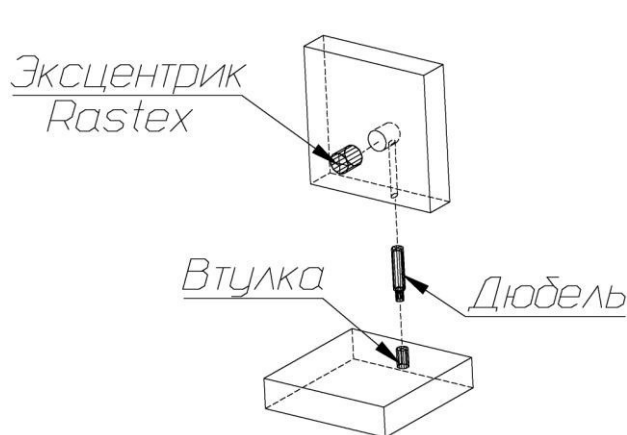
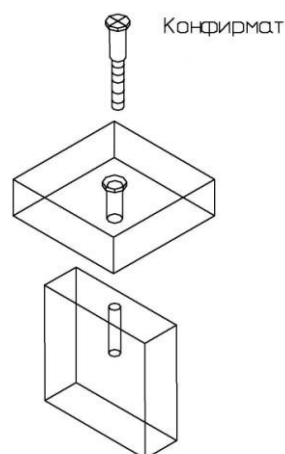

Рис. 1
Рис. 2
1. В боковые стенки тумбы (4), (04), дно тумбы (5), заднюю стенку тумбы (6), стенку жесткости (3) и боковую стенку (2) в имеющиеся отверстия установить эксцентрики таким образом, чтобы стрелка была повернута в сторону отверстия в торце.
В установленные муфты эксцентриковых стяжек на боковых стенках тумбы (4), (04), крышке (1), боковой стенке (2) вернуть дюбели, в соседние отверстия установить шканты (рис.1).
Собрать между собой боковые стенки тумбы (4), (04), дно тумбы (5) и заднюю стенку (6) так, чтобы дюбели и шканты вошли в предназначенные для них отверстия (рис.1). Закрепить заднюю стенку тумбы (6) с помощью конфирматов, ввернув их сквозь отверстия в дне тумбы (5). Присоединить основание тумбы (7) к дну тумбы (5) с помощью конфирматов (рис.2). Присоединить стенку жесткости (3) к боковой стенке (2) и боковой стенке тумбы (4) с помощью эксцентриковых стяжек. К получившейся конструкции присоединить крышку (1) так, чтобы дюбели и шканты в крышке вошли в предназначенные для них отверстия в боковой стенке (2), стенке жесткости (3), боковых стенках тумбы (4) и (04). Затянуть эксцентрики, повернув их на 180 градусов (см. схему сборки). Закрывать эксцентрики и конфирматы заглушками-самоклейками.
Собрать между собой боковые стенки тумбы (4), (04), дно тумбы (5) и заднюю стенку (6) так, чтобы дюбели и шканты вошли в предназначенные для них отверстия (рис.1). Закрепить заднюю стенку тумбы (6) с помощью конфирматов, ввернув их сквозь отверстия в дне тумбы (5). Присоединить основание тумбы (7) к дну тумбы (5) с помощью конфирматов (рис.2). Присоединить стенку жесткости (3) к боковой стенке (2) и боковой стенке тумбы (04) с помощью эксцентриковых стяжек. К получившейся конструкции присоединить крышку (1) так, чтобы дюбели и шканты в крышке вошли в предназначенные для них отверстия в боковой стенке (2), стенке жесткости (3), боковых стенках тумбы (4) и (04). Затянуть эксцентрики, повернув их на 180 градусов (см. схему сборки). Закрепить эксцентрики и конфирматы заглушками-самоклейками.